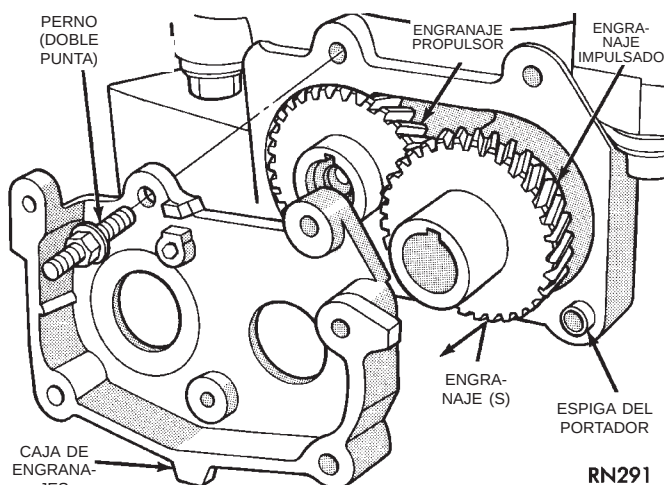

Fig. 42 Caja de engranajes y engranajes PORTADOR DEL EJE REGULADOR
(5) Retire la caja de engranajes del portador y los ejes reguladores (Fig. 42).
(6) Retire los cuatro pernos que fijan el portador al cárter para separar el portador de la bancada del motor.